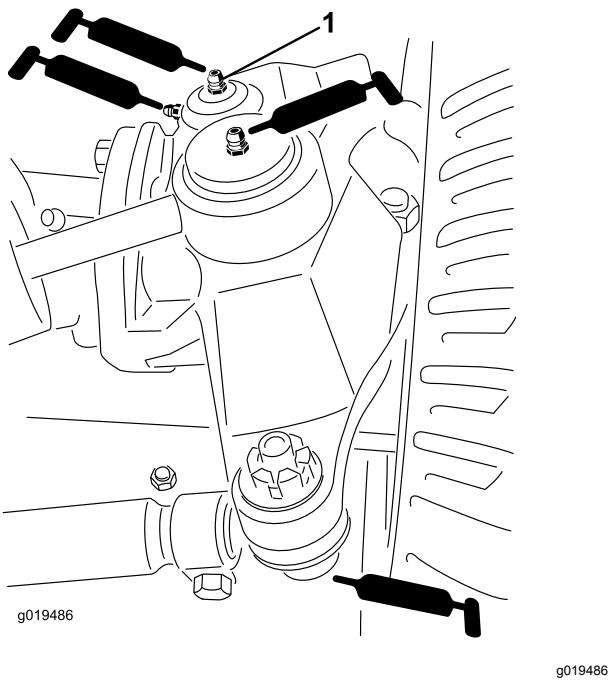

Figura 36
- Barra de ligação do eixo traseiro (2) (Figura 36)
- Rótulas do cilindro de direção (2) (Figura 36)
- Buchas do pino principal (2) (Figura 36) — A união superior do pino principal apenas deverá ser lubrificado uma vez por ano (2 bombas).